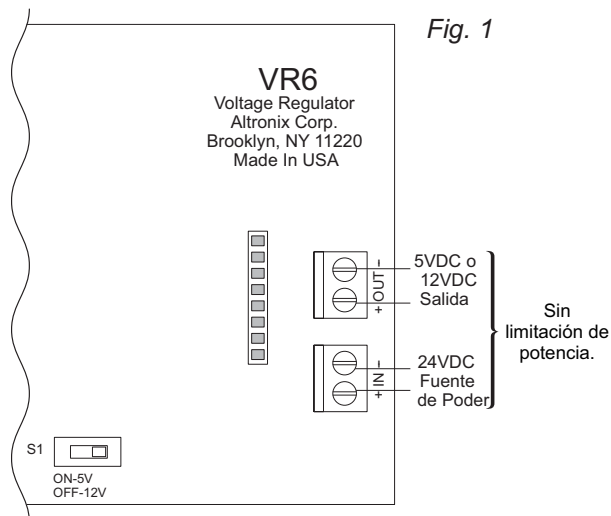

Fig. 2
3. Fije los separadores(Fig. 2, pg. 2). Use un separador de metal sobre el orificio de montaje con patrón de estrella (Fig. 2b, pág. 2)
4. Alínee el conector macho 8-pin con el receptáculo hembra de el PDS8/PDS8CB, luego monte (Fig. 2, pg. 2, Fig. 3a, pg. 2)
5. Conecte la fuente de alimentación de 24VDC a la terminal marcada [+ IN1 -] de PDS8/PDS8CB (Fig. 2, pg. 2)